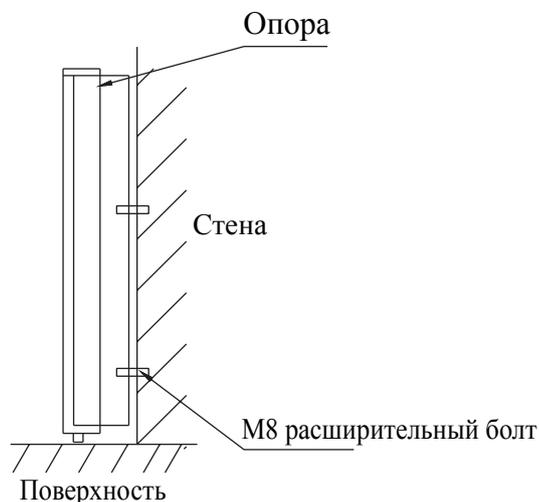

Рис.8.
- с. Корректировать уровень блока и взвинтить болты. (Рис. 8)